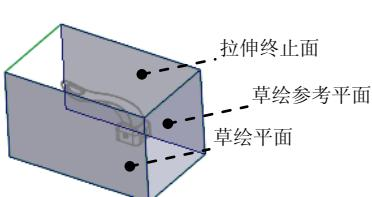

图 6.10 草绘平面和拉伸终止面
- (1) 单击 **编辑模具体积块** 操控板 **形状** ▾ 区域中的 拉伸按钮, 此时系统弹出“拉伸”操控板。
- (2) 定义草绘截面放置属性。在绘图区中右击, 从系统弹出的快捷菜单中选择 **定义内部草绘...** 命令; 在系统 **选择一个平面或曲面以定义草绘平面** 的提示下, 选取图 6.10 所示的坯料表面为草绘平面, 选取图 6.10 所示的坯料表面为参考平面, 方向为 **右**; 单击 **草绘** 按钮, 至此系统进入截面草绘环境。
- (4) 设置深度选项。
- ① 在操控板中选取深度类型 (到选定的)。
- ② 将模型调整到合适位置, 选取图 6.10 所示的坯料表面为拉伸终止面。
- ③ 在“拉伸”操控板中单击 按钮, 完成特征的创建。